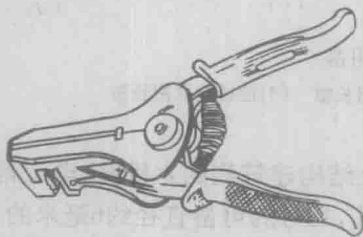

图2-10 剥线钳
(6)剥线钳 剥线钳是用于剥削小直径导线绝缘层的专用工具,其外形如图2-10所示。它的手柄是绝缘的,耐压为500伏。